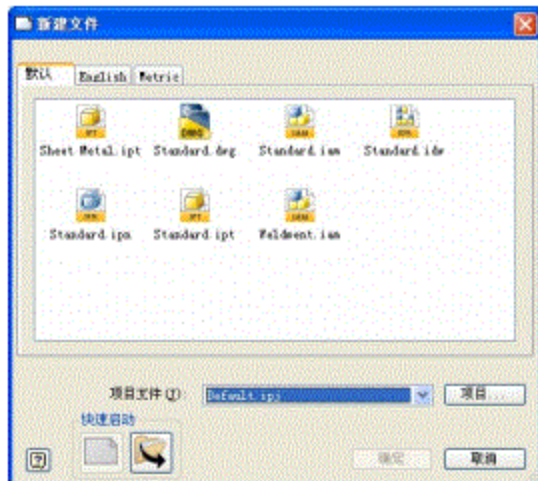

图1-3 【新建文件】对话框
- （1）单击菜单栏【文件】|【新建】按钮，打开【新建文件】对话框，如图1-3所示；
在图1-3【新建文件】对话框中显示了可以使用AutoCAD Inventor创建的几种文件类型：